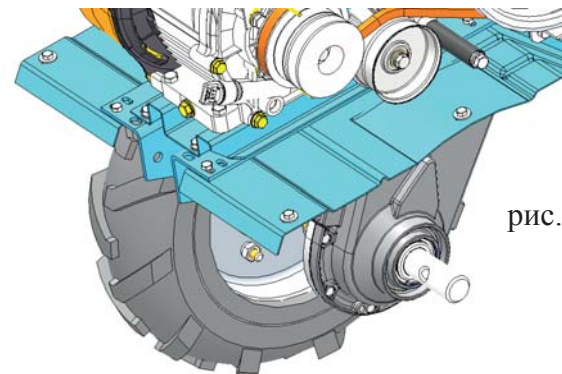

рис. 4
1.1 Извлечь стопор и снять колесо с оси редуктора мотоблока (рис. 4)